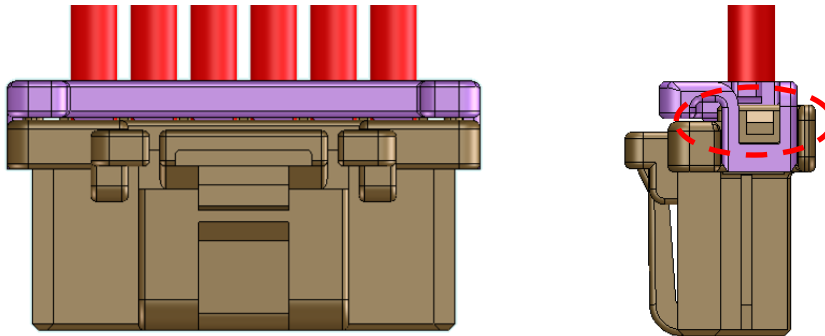
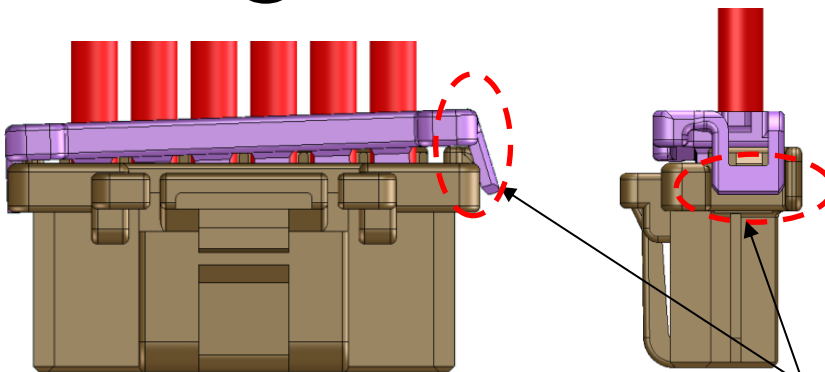
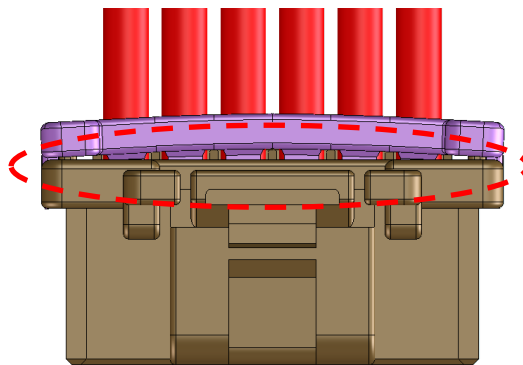

Fig.6-10 正しく装着された場合
Fig.6-11 爪に乗り上げた状態
Fig.6-12 リテーナーがたわんだ状態
- ④ リテーナー装着後、ロック部がハウジング側の爪に乗り上げていないこと (Fig.6-11)、リテーナーがたわんでいないこと (Fig.6-12) を目視にてご確認ください。(参考: Fig.6-10)